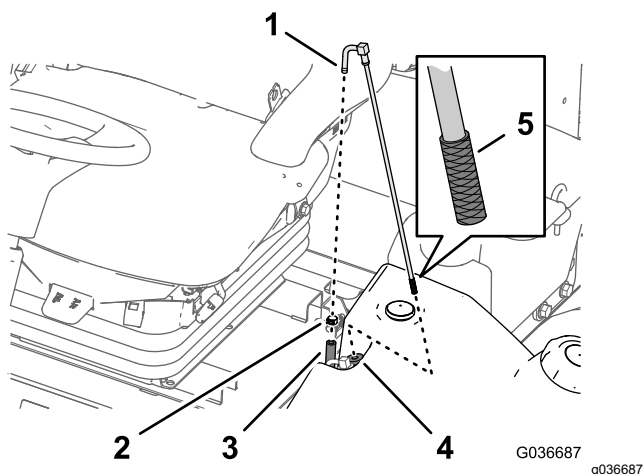

Figure 53
1. Retirez le collier qui fixe le flexible d'alimentation au raccord du tube d'aspiration de carburant (Figure 53).
2. Débranchez le flexible du raccord (Figure 53).
3. Soulevez le tube d'aspiration hors du réservoir à carburant (Figure 53).
4. Nettoyez les débris éventuellement présents sur la crépine à l'extrémité du tube d'aspiration de carburant (Figure 53).
5. Insérez le tube d'aspiration de carburant dans la bague en caoutchouc et dans le réservoir (Figure 53).